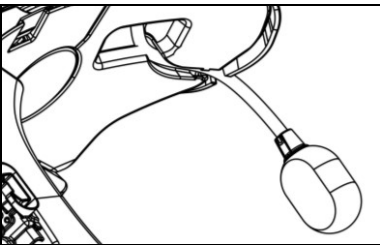

Abb. 9
- Positionieren Sie das Mikrophon in dem dafür ausgesparten Bereich auf der rechten Seite des Helms, indem Sie den Mikrofonarm in den auf dem Helm im Bereich der Halterung des Kinnschutzes vorhandenen Führungsschlitz einfügen (Abb. 9).